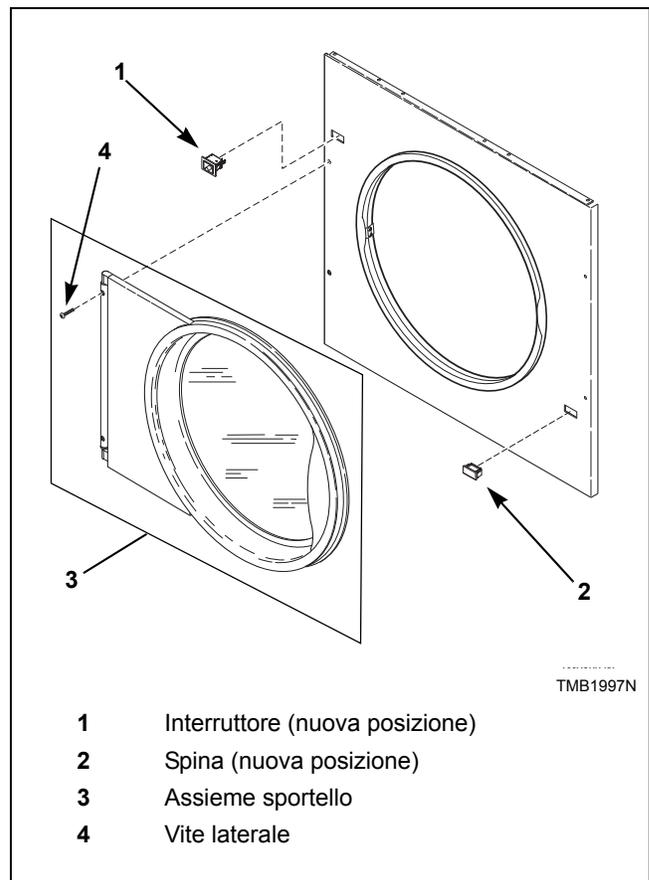

Figura 13
8. Appoggiare il pannello anteriore sulla macchina; fissare senza stringere le quattro viti inferiori. Collegare il cablaggio dell'interruttore dello sportello all'interruttore nella nuova posizione. Installare senza stringere l'assieme dello sportello e le quattro viti laterali del pannello frontale. Consultare la *Figura 13*.